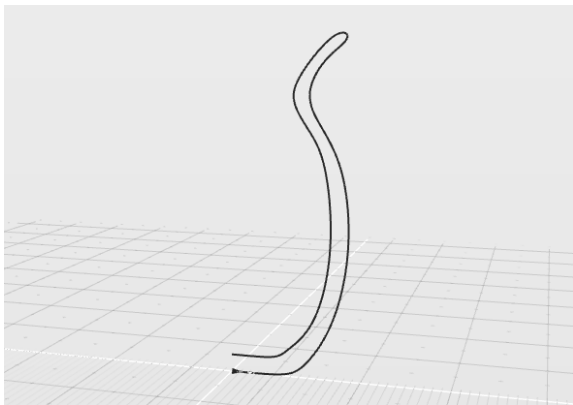

图 4-34 打开练习文件
1) 打开素材文件夹“练习（4.3.2_1）”中的 Evolve 文件，此文件中有一个曲线对象：“NURBS 曲线#1”。确保此时处于透视图，如图 4-34 所示。